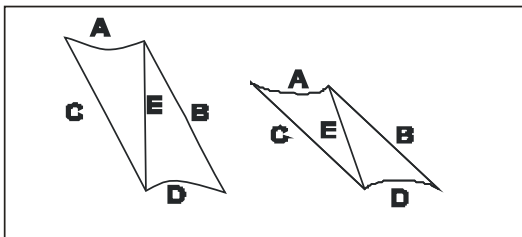

Abb. 5.
Wir nehmen an, dass die linke Seite von Abbildung 5 ein Rechteck ist. Wenn das Rechteck durch Unterdruck verformt wird, (der DOMINO-Effekt) entsteht ein Karree. Das wird rechts auf Abbildung 5 gezeigt.
**Effekt 2** - Das Laminat A in Abbildung 5 ist nicht der Verformung unterworfen, weil der Abstand zwischen den Windungen gleich bleibt. Dasselbe gilt für das Laminat D. Aber das Material innerhalb des Schlauches, zwischen B und C, wird gegen die Verformung Widerstand leisten. Auf diese Art wird versucht von einem Winkel einen Karree zu machen. Dasselbe passiert mit einem Laminat zwischen zwei Windungen. Das Laminat bestimmt ob diese Verformung leicht oder schwierig geschieht. Versuchen Sie dasselbe mit Küchenfolie oder Alufminiumfolie.
Abhängig von dem verwendeten Laminat oder der Folie kann der Übergang von rechteckig, Abbildung 5, nach einer Karreeform schon bei einem kleinen Unterdruck stattfinden.